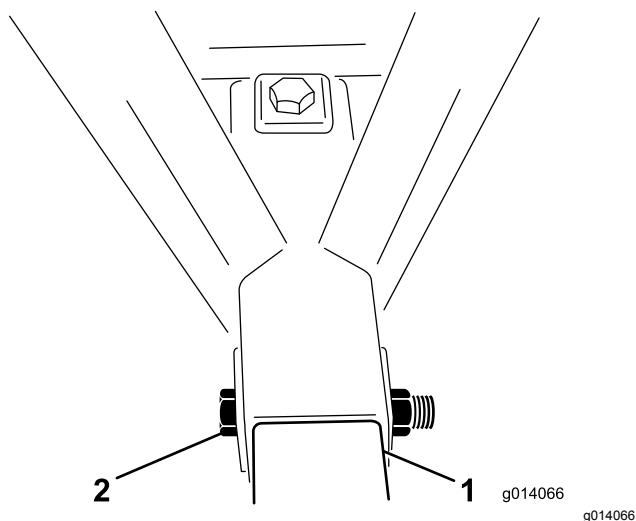

Рисунок 4
5. Установите болт (1 x 6½ дюйма) через раму и трубу сцепного устройства и закрепите его контргайкой (Рисунок 4). Затяните контргайку с моментом 976-1193 Н·м.
6. Установите болт (1 x 6½ дюйма) через верхнюю часть рамы и вниз через трубу сцепного устройства, закрепите контргайкой (Рисунок 4). Затяните контргайку с моментом 976-1193 Н·м.